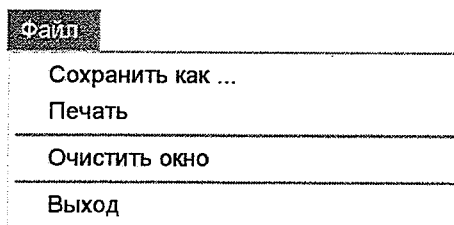

Рисунок 4 - Пункт меню «ФАЙЛ»
1.3.1.1 Меню «ФАЙЛ» (см рисунок 4) содержит вкладки: